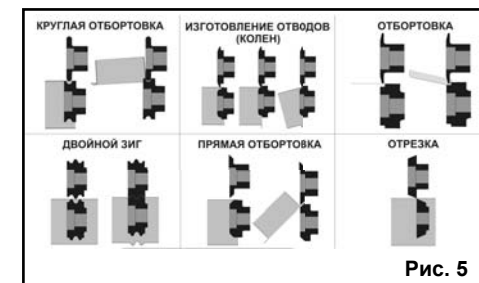

Рис. 5
- Примечание:** На рис.5 приведены примеры некоторых операций выполняемых на кромкогибочной машине.